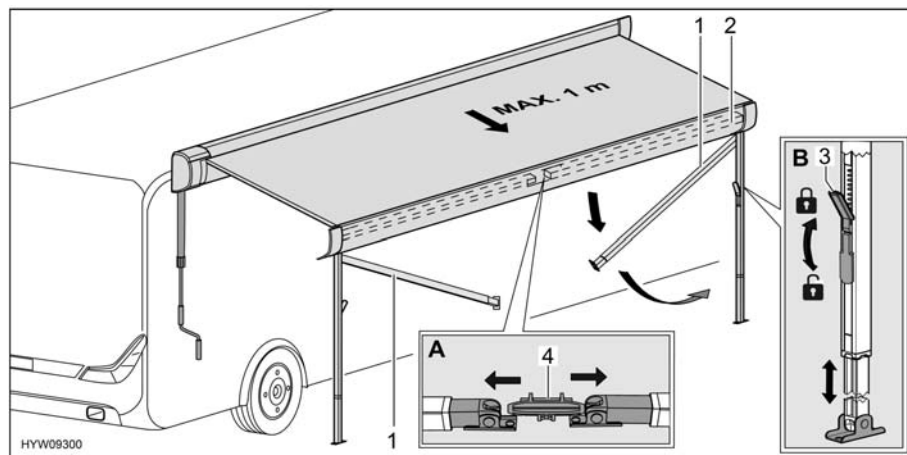

Fig. 26 Preparazione dei montanti di supporto
- Sbloccare i montanti di supporto (Fig. 26,1) dal supporto (Fig. 26,4) nel listello anteriore (Fig. 26,2). A tale scopo, premere leggermente verso l'esterno i montanti di supporto (Fig. 26,A).
- Allentare i bloccaggi (Fig. 26,3) dei montanti di supporto. A tale scopo, ripiegare la leva di serraggio verso il basso.
- Estrarre la parte inferiore dei montanti di supporto fino alla lunghezza desiderata (Fig. 26,B).
- Chiudere i bloccaggi (Fig. 26,3) dei montanti di supporto. A tale scopo, tirare verso l'alto la leva di serraggio.